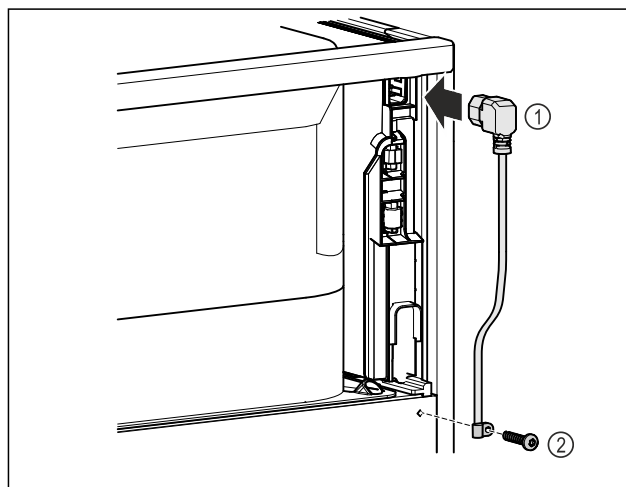

Fig. 43
- Insertar el conector para aparatos de frío del cable de alimentación Fig. 43 (1) en la parte posterior del dispositivo.
- Montar la protección contra tirones Fig. 43 (2).